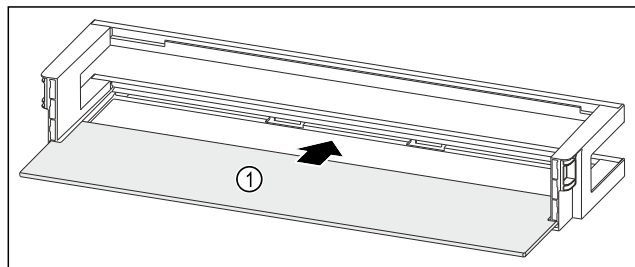

Fig. 92 Balconnet de contre-porte avec tablette de rangement
- Insérer la tablette de rangement Fig. 92 (1) dans les évidements latéraux.